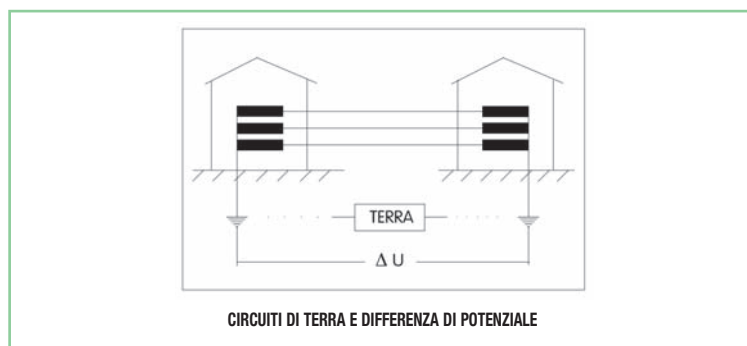

fig. 5
- più alto è l'isolamento (in kV), maggiore è la sicurezza di trasmissione in presenza di potenziali di terra, disturbi elettromagnetici, transienti (fulminazioni, scariche, ecc...) (fig 5)